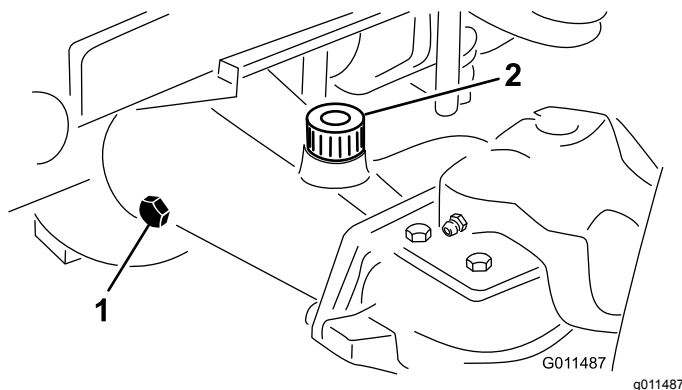

Figura 18
2. Retire o tampão de verificação de uma extremidade do eixo e certifique-se de que existe lubrificante até ao fundo do orifício (Figura 18).